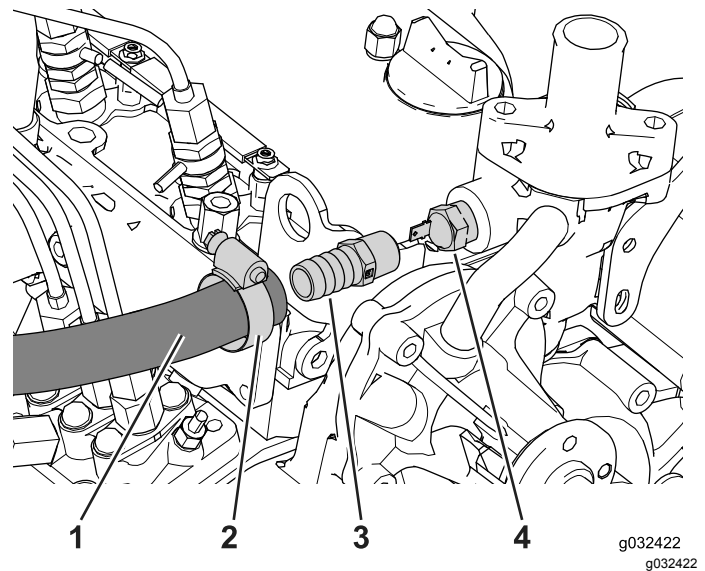

Figure 20
2. Localisez, débranchez et déposez la sonde de température (Figure 20).
6. Glissez le collier au bout du flexible (Figure 20).
7. Branchez le flexible au raccord droit et fixez-le avec le collier (½ à 1¼"), comme montré à la Figure 20.